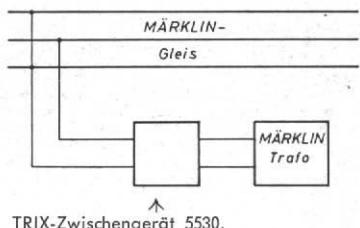

Abb. 158. 3-Schienen-2-Leiter-Wechselstrombetrieb (Original-Märklin-System), wobei das Zwischengerät 5530 erforderlich wird.
4. für das 3-Schienen - Wechselstromsystem (sonst wie 3), wobei zwischen das Original-Märklin-Wechselstromfahrpult und das Anschlußgleis ein besonderes Zusatzgerät von TRIX eingeschaltet wird, und zwar das Zwischengerät 5530 (Abb. 158) mit Gleichrichter 1 A, Polwender, Thermoschalter und Durchschalter (zwecks augenblicklicher Umstellung auf den Original-Wechselstromfahrbetrieb, wenn eine Wechselstromlokomotive die betreffende Gleisstrecke passiert),